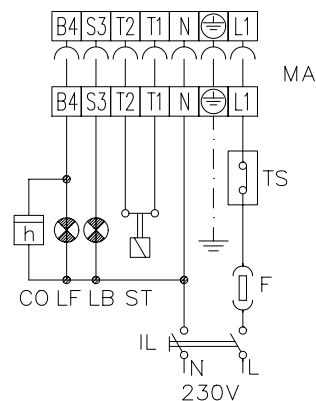

Fig. 11
- Eseguire i collegamenti elettrici al connettore di alimentazione seguendo lo schema in Fig. 11.